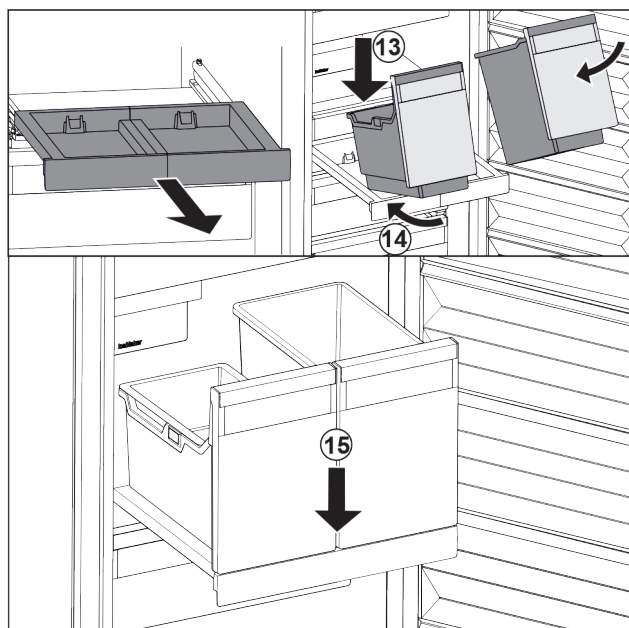

Fig. 29
- ▶ Applicare i contenitori in modo inclinato sul ripiano estraibile. Fig. 29 (13)
- ▶ Inserire il contenitore in modo inclinato verso la parte posteriore. Fig. 29 (14)
- ▶ Abbassare il contenitore nella parte anteriore. Fig. 29 (15)